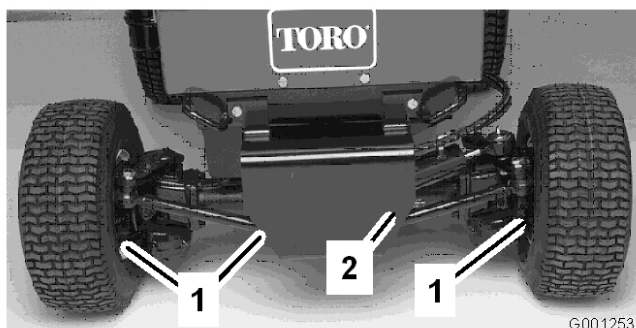

Figure 54
- Nettoyez la surface autour des 3 bouchons de vidange, 1 à chaque extrémité et 1 au centre (Figure 54).